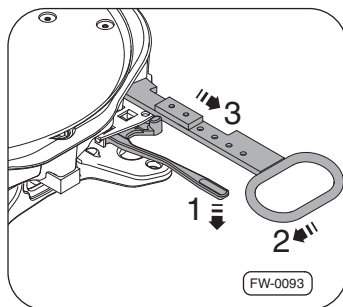

Fig. 8 · Ouvrir le verrouillage
1. Appuyer vers le bas sur le levier de sécurité → Fig. 8, –flèche 1– avec le pouce et incliner la poignée de déverrouillage vers la gauche –flèche 2–.